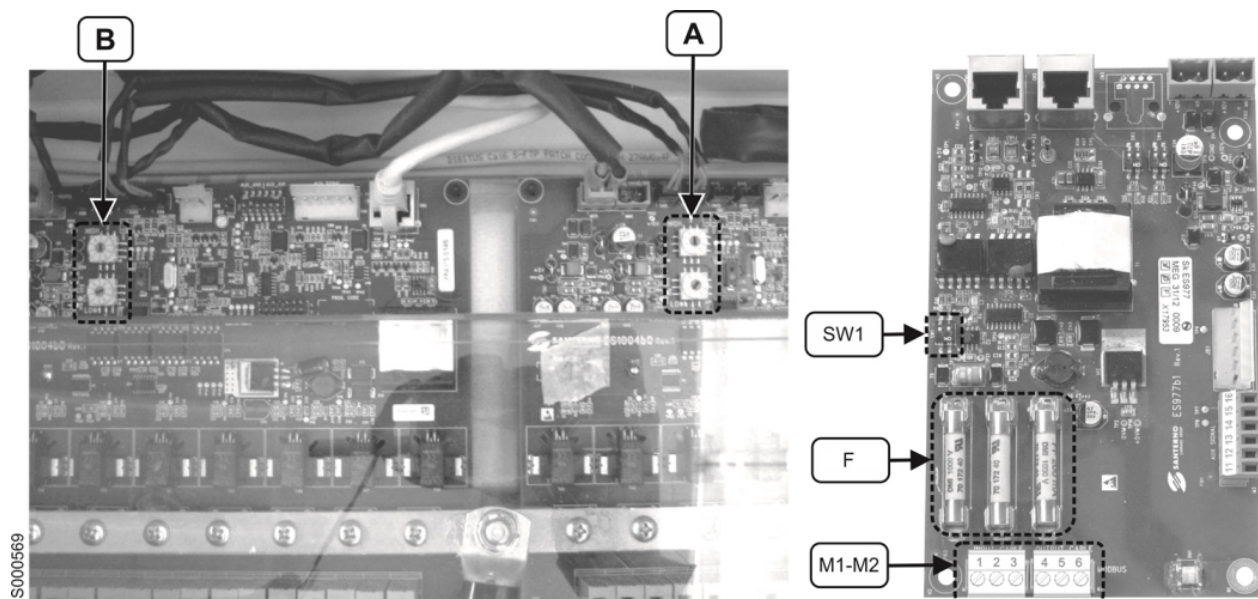

Figura 28: Schede ES1004 e ES977 con evidenziati morsetti RS-485, switch terminatori RS-485, fusibili di protezione RS-485 e morsettiera sensori ambientali
L'impostazione di fabbrica dei DIP-switch è rappresentata nella figura seguente. I DIP-switch sono posizionati sulla scheda ES977 (Figura 28).
- **MODIFICA DELL'INDIRIZZO:** se necessario, agire sui Rotary Switch CE1 e CE2 presenti sulle schede ES1004 (Figura 28) impostando l'indirizzo voluto tra 1 e 99. La Figura 28 mostra la posizione dei rotary switch che si trovano nella ES1004. Il rotary switch di HIGH CE1 è quello delle decine, quello LOW CE2 è quello delle unità. Per ulteriori informazioni vedere "Guida alla Programmazione".